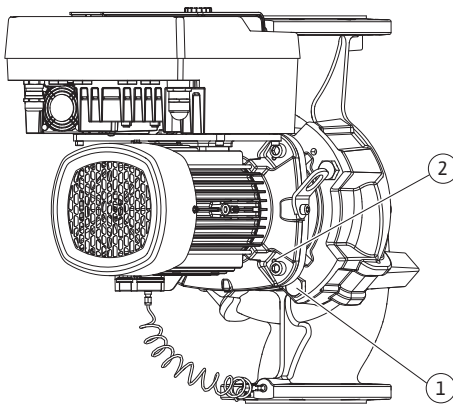

Fig. 104: Moottori-juoksupyöräyksikön painaminen irti kierrereikien (DN 100...DN 125) kautta
22. Kun ruuvit (Fig. II, pos. 10) poistetaan, myös paine-eroanturi irrotetaan moottorilaipasta. Jätä paine-eroanturi (Fig. I, pos. 8) kiinnityslevyineen (Fig. I, pos. 13) roikkumaan paineenmittausjohtoihin (Fig. I, pos. 7). Irrota elektroniikkamoduulin paine-eroanturin liitäntäkaapeli.
23. Paina moottori-juoksupyöräyksikkö irti pumpun pesästä. Käytä tähän kahta kierrereikää (katso Fig. 104, pos. 1).
31. Ota moottori-juoksupyöräyksikkö (katso luku Pumpun kuvaus) pumpun pesästä avaamalla laipparuuvit (Fig. I/II, pos. 29).
32. Kun ruuvit (Fig. I/III, pos. 29) poistetaan, myös paine-eroanturi irtoaa moottorilaipasta. Jätä paine-eroanturi (Fig. I, pos. 8) kiinnityslevyineen (Fig. I, pos. 13) roikkumaan paineenmittausjohtoihin (Fig. I, pos. 7). Irrota DDG-paine-eroanturin liitäntäkaapeli elektroniikkamoduulista tai löysää ja vedä se pois pistoliitännästä.
33. Käytä moottori-juoksupyöräyksikön painamiseen pois pumpun pesästä niiden vieressä olevia kahta kierrereikää (Fig. 104, pos. 1) ja sopivia, asiakkaan toimesta hankittavia ruuveja (esim. M10 x 25 mm).
34. Vie kiintoavain (avainväli 32 mm) tiivistelaipan ikkunan sisään (Fig. III, pos. 38) ja pidä akselista kiinni avainpintojen välistä. Avaa juoksupyörän mutteri (Fig. III, pos. 22). Poista sen alla olevat aluslevyt (Fig. III, pos. 23) ja vedä juoksupyörä (Fig. III, pos. 21) pois pumppuakselilta. Irrota kiila (Fig. III pos. 37).
35. Vedä liukurengastiiviste (Fig. III, pos. 25) ja välirengas (Fig. III, pos. 20) irti.
36. Poista liukurengastiivisteestä vastarengas (Fig. III, pos. 26) tiivistelaipassa olevasta kiinnityskohdasta.